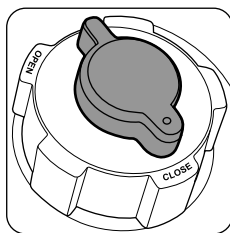

рис. 9
Крышка топливного бака (7) оснащена воздушным клапаном (рис. 9) для подачи воздуха и выравнивания давления в топливном баке и обеспечения подачи топлива.